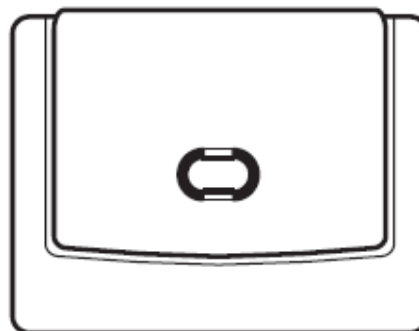

Fig. 11: Parte frontal do recetor
15. Fixar a parte posterior do receptor na parede com os acessórios fornecidos e voltar a uni-la com a parte frontal, assegurando-se da sua correta orientação. Ver Fig. 11.